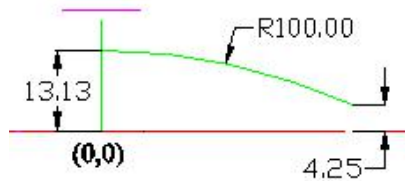

图 3-22 XOZ 平面内圆弧 A5
- 1、视图切换：右键点击图层管理器中的 Front 层，在弹出的右键菜单中选择  设为当前图层(C) 选项将 Front 设定为当前绘图层。在导航工具条【视向】的下拉菜单中选择  前视图，切换到前视图状态；
- 2、绘制圆弧段 A5：采用步骤 C 中的方式，绘制如图 3-22 所示圆心在(0, 0, -86.87)和 X 轴距离为 4.25 的圆弧 A5；